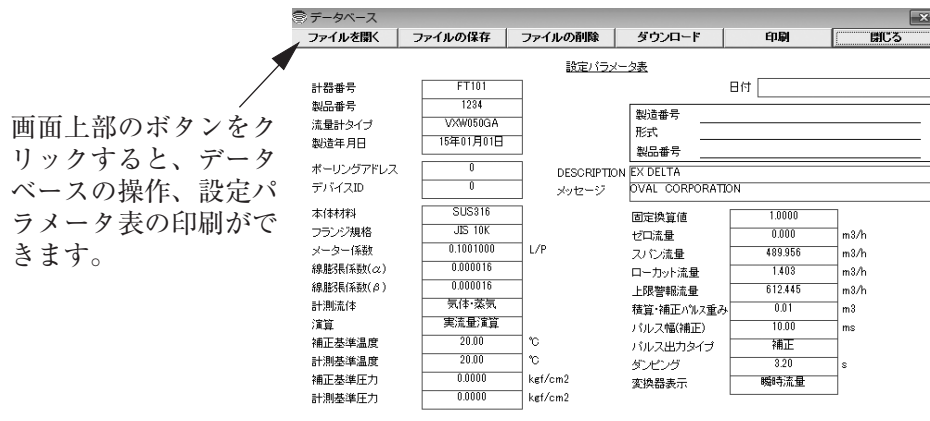

図56
- ② 図56のようなデータベース画面(設定パラメータ表)が現れ、現在接続している流量計のパラメータが表示されます。
※なお、これらのデータベースの操作は、図56、62のデータベース画面上部のボタンをクリックして行うことも可能です。